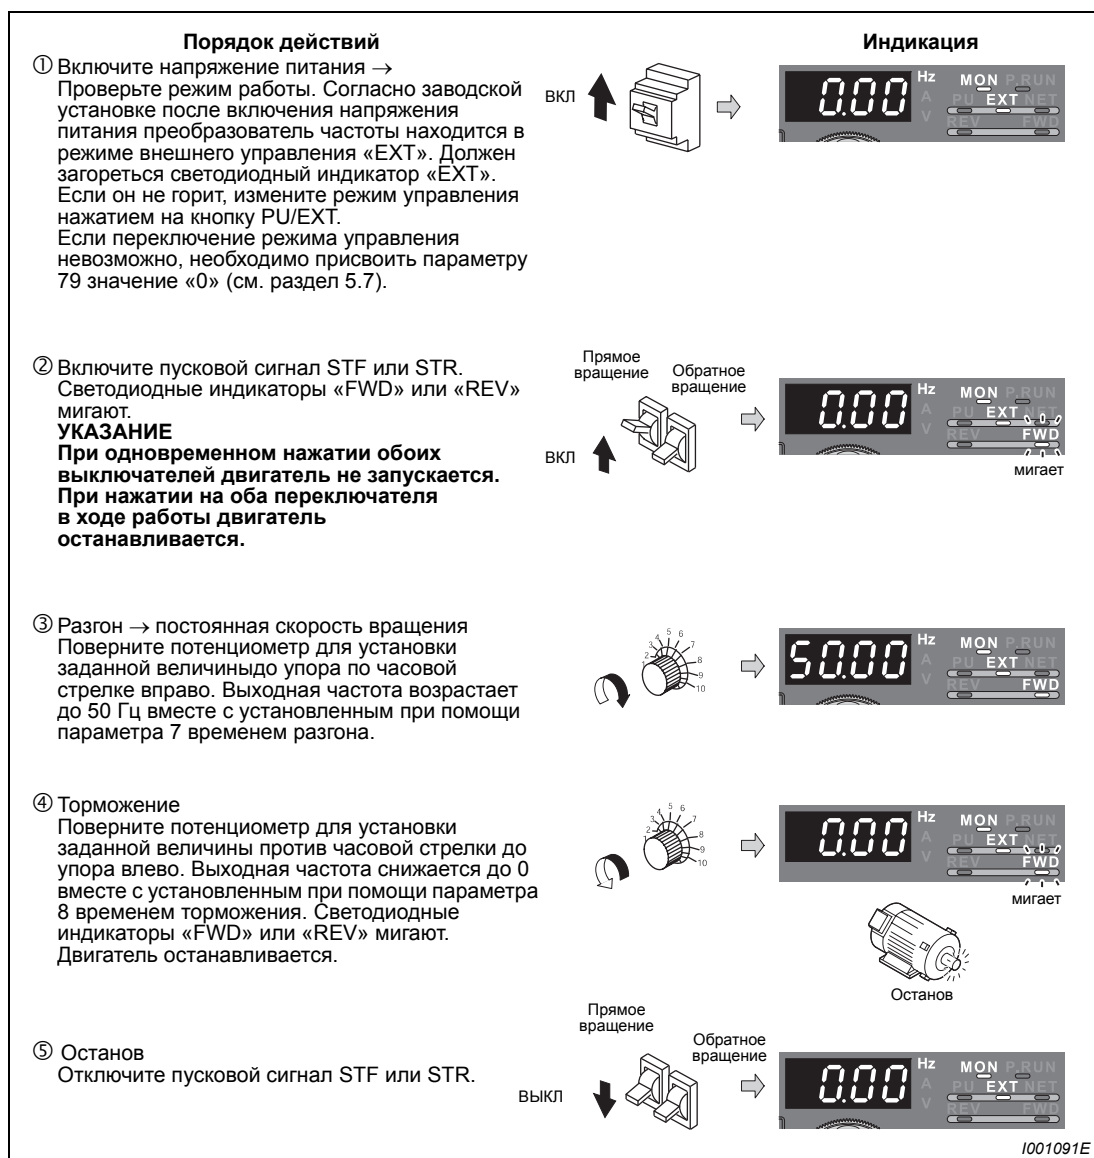

Рис. 4-24: Работа преобразователя частоты при аналоговой установке заданной величины напряжения
| ⑥ Включите пусковой сигнал STF или STR и поверните потенциометр по часовой стрелке до упора (см. Рис.4-24, шаги ②–⑤). | |